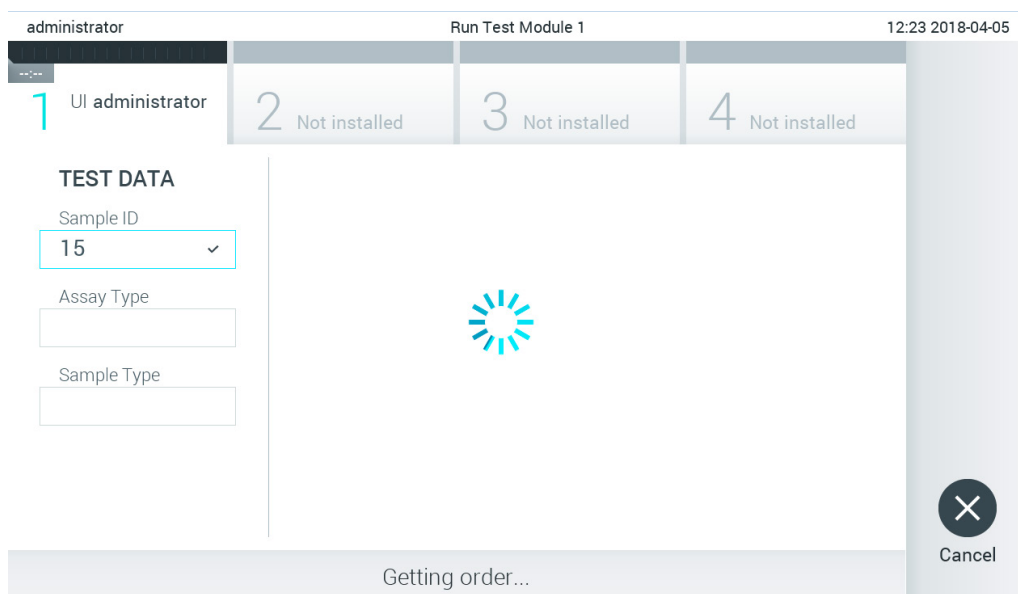

Bild 83. Visa under hämtning av testbeställning.
3. Prov-ID:t kommer att skickas till värden. Medan QIAstat-Dx Analyzer 1.0 väntar på en testbeställning visas meddelandet Getting order... (Hämtar beställning...) (bild 83).